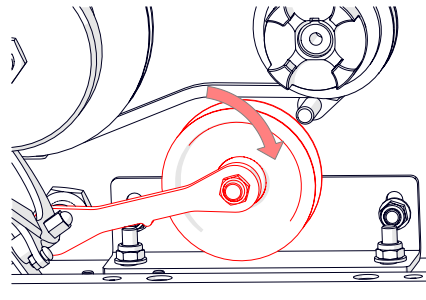

Fig. 17H - Ajustar la polea para evitar el contacto de la correa en la posición de desacoplamiento
10. Ajuste la polea de modo que, cuando la palanca de marcha esté en la posición de desacoplamiento, descansa sobre el soporte (Fig. 17H) evitando en la medida de lo posible el contacto con la correa.